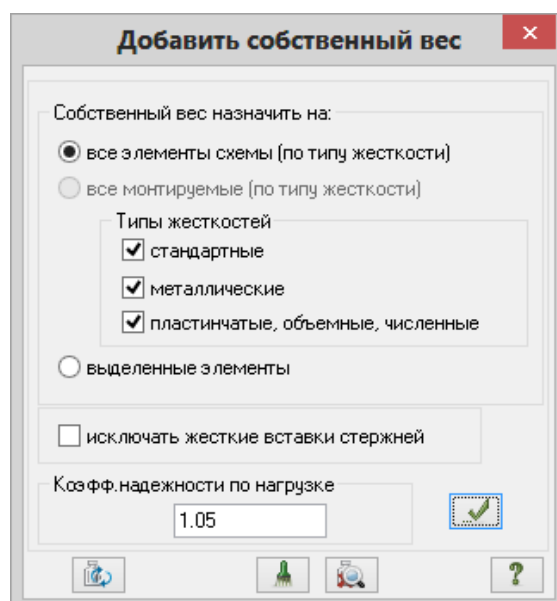

Рис.3.17. Диалоговое окно **Добавить собственный вес**
- Вызовите диалоговое окно **Добавить собственный вес** (рис.3.17) щелчком по кнопке  – **Добавить собственный вес** (панель **Нагрузки** на вкладке **Создание и редактирование**).